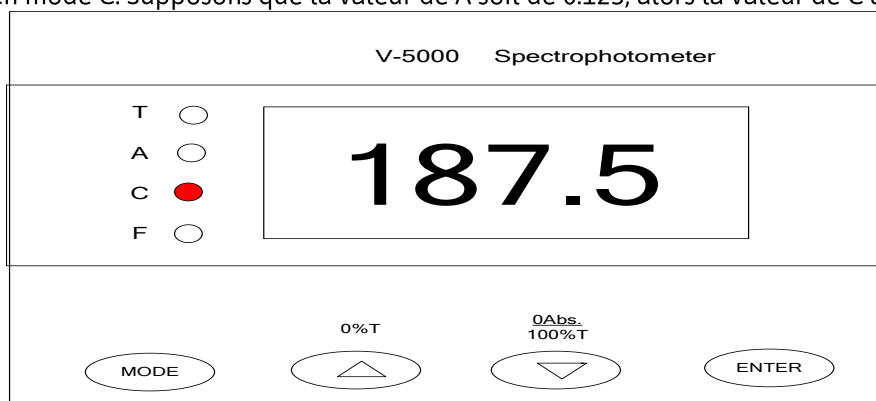

Fig.1-15
- c. Appuyez sur **ENTER**, et la valeur actuelle de F est de 1500 (Fig.1-15). L'appareil passe ensuite automatiquement en mode C. Supposons que la valeur de A soit de 0.125, alors la valeur de C affichera 187.5.